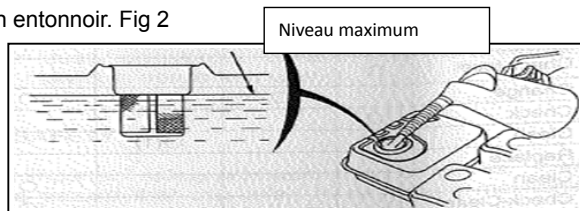

Fig.2
- Versez lentement le carburant dans le réservoir à l'aide d'une canne de remplissage ou d'un entonnoir. Fig 2